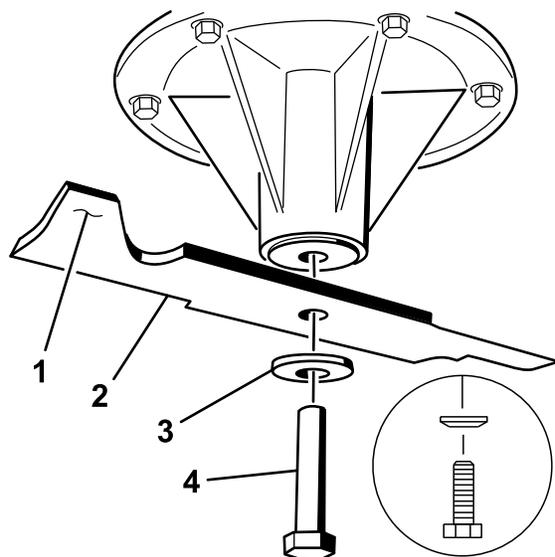

Рисунок 92
2. Установите нож на шпindel (Рисунок 92).
3. Установите изогнутую шайбу и болт ножа (Рисунок 92).
Примечание: Изогнутую шайбу необходимо установить так, чтобы ее конусная часть была обращена к головке болта (Рисунок 92).